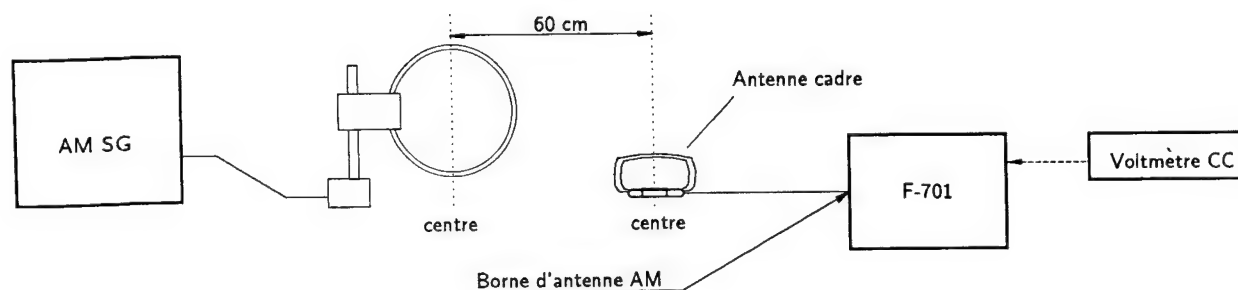

Fig. 2 Connexion du tuner AM
- Raccorder comme illustré à la figure 2.